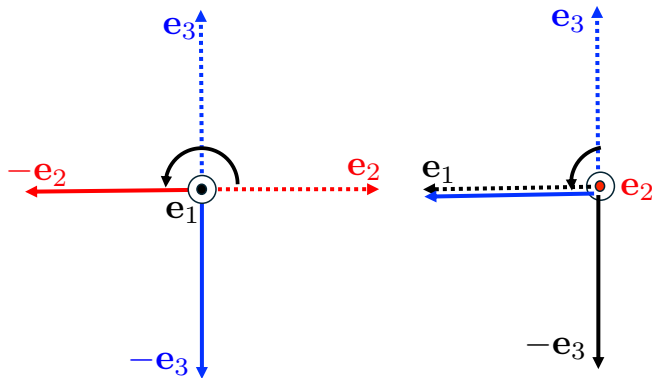

図 2: 回転操作: (左)  $x_1$  軸まわりに  $\pi$  回転させた際の単位ベクトル. (右)  $x_2$  軸周りに  $\frac{\pi}{2}$  回転させた際の単位ベクトル.
- $T'$  は  $T$  における  $e_2 \rightarrow -e_2$  および  $e_3 \rightarrow -e_3$  としたものである (図 2 左)
- $x_2$  軸周りに  $\frac{\pi}{2}$  回転させた  $T''$  を考える (図 2 右). この時,  $T''$  は基底ベクトルを  $\mathbf{e}_1 \rightarrow -\mathbf{e}_3$ ,  $\mathbf{e}_3 \rightarrow \mathbf{e}_1$  と変換したもののなので,